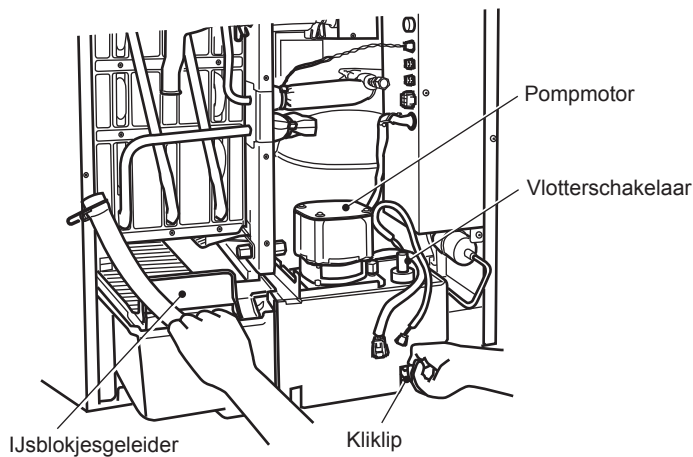

Afb. 2
- 2) Draai de twee duimschroeven los waarmee de bevestigingsbeugel van de pompmotor is bevestigd. Zie afb. 2.
Zorg dat de afvoerslang achter de koperen buis langs loopt en sluit de slang stevig aan. Zie afb. 2. Anders kan de afvoerslang klem komen te zitten in de voorisolatie, waardoor de slang niet naar behoren functioneert.